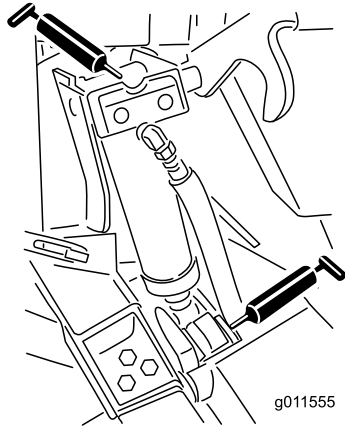

Figura 47
- Boccole (4) del cilindro di sollevamento (Figura 47).